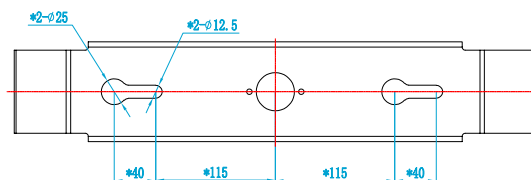

Fig. 30
3. Montez le support multi-montage sur la surface à l'aide du matériel nécessaire (non fourni). Référez-vous au schéma de perçage des trous (Fig. 30).